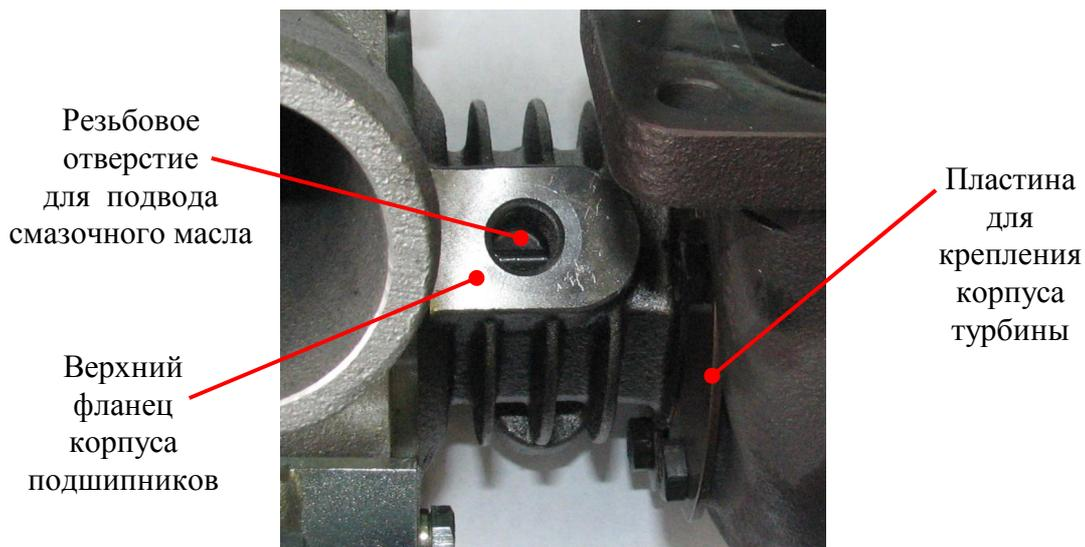
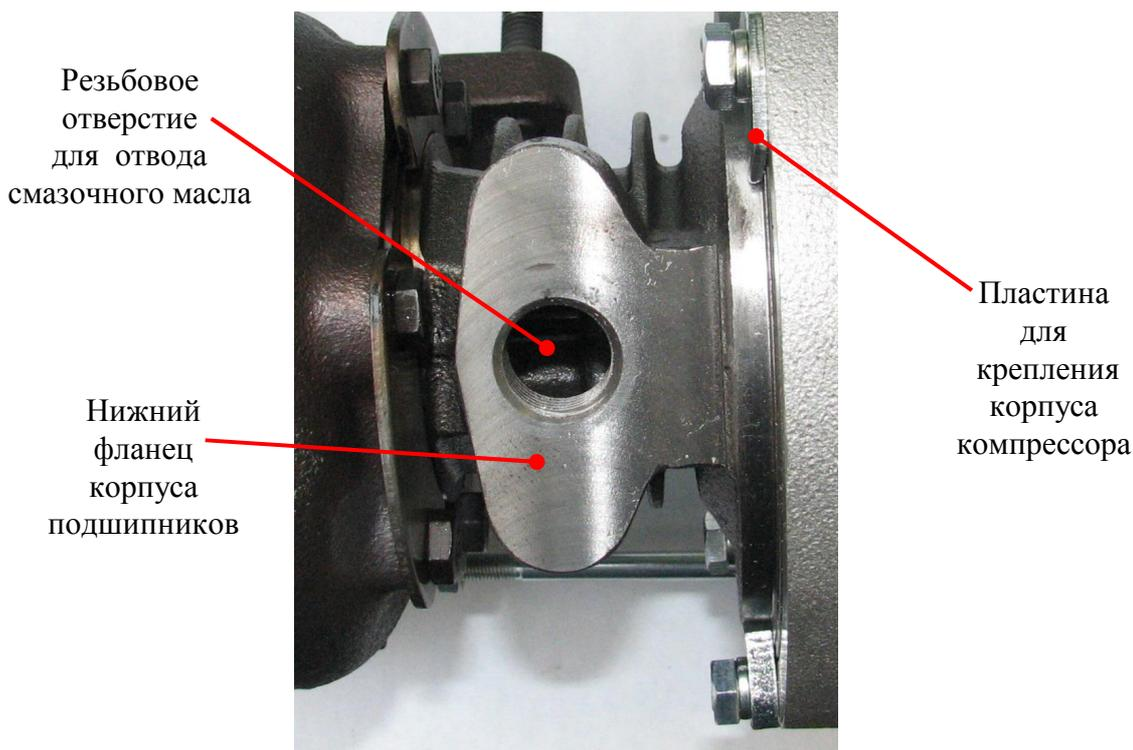

Рис.3. Вид сверху на корпус подшипников.
Рис. 4. Вид снизу на корпус подшипников.
Корпус подшипников выполнен в виде оребренной детали из чугуна. К корпусу подшипников с помощью пластин крепятся корпус турбины (см. рис. 3) и корпус компрессора (см. рис. 4).
1. Сведения, приведенные на фирменной табличке ТКР (см. рис.3):
- состояние уплотняемых поверхностей верхнего и нижнего фланцев корпуса подшипников скольжения и корпуса турбины – риски, забоины и раковины не допускаются (см. рис. 3 – 5);